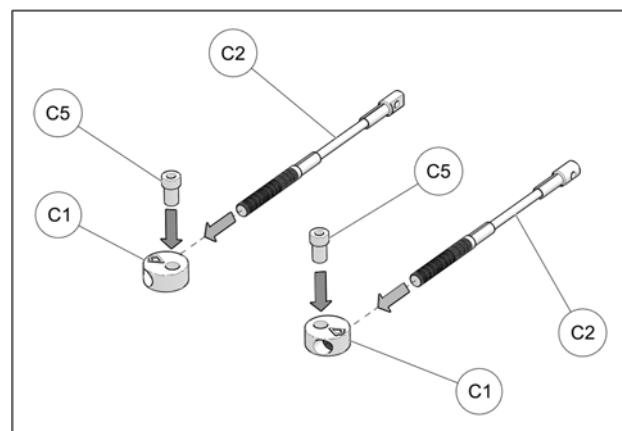

Fig. 20
11. Assemble steering limiter cables (**C2**), aluminium disks (**C1**) and step spacers (**C5**) together as shown on Fig. 20
11. Assembler les câbles des limiters de conduite (C2), les extrémités en aluminium (C1) et les bagues espacées (C5) tel que montré à la Fig. 20